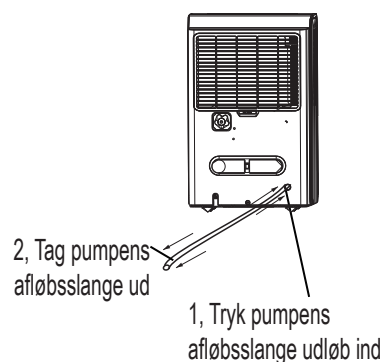

Fig. 13
- Tryk på pumpens afløbsslange udløb og tag pumpens afløbsslange ud af den (Se fig.13). Sørg for, at vandet i pumpeslangen ikke drypper ned på gulvet.